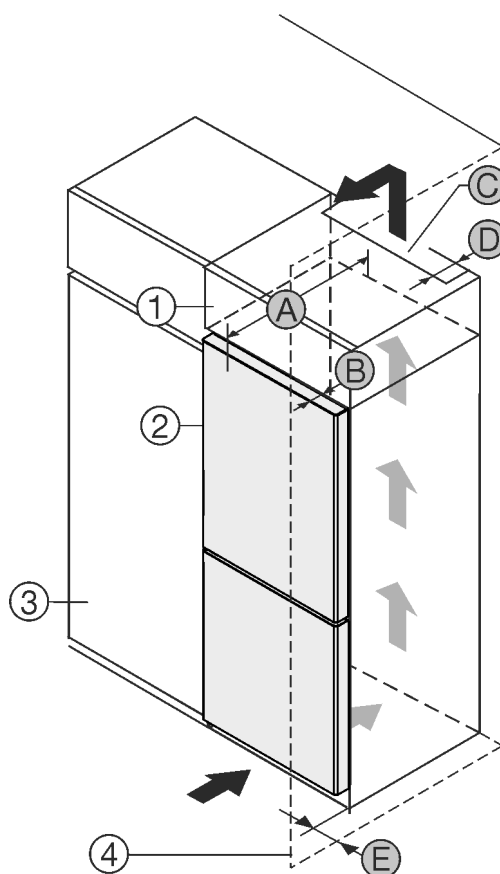

Fig. 1
Du kan ställa apparaten direkt bredvid köksskåpet Fig. 1 (3)*. Bakom överskåpet måste det finnas en luftspalt med djupet Fig. 1 (D) längs hela överskåpets bredd.*
Under taket måste angiven ventilationsprofil Fig. 1 (C) följas.*
Om du placerar apparaten med gångjärnen bredvid en vägg Fig. 1 (4) måste avståndet mellan apparaten och väggen vara minst 13 mm.*
Om du placerar apparaten med gångjärnen bredvid en vägg Fig. 1 (4) måste avståndet mellan apparaten och väggen vara minst 20 mm.*
För att dörren ska kunna öppnas helt måste apparaten sticka ut från köksskåpets front med samma mått som dörrens djup *Fig. 1 (B)*. Beroende på köksskåpets *Fig. 1 (3)* djup och om väggavståndshållare används kan skåpet skjuta ut ännu mer.*